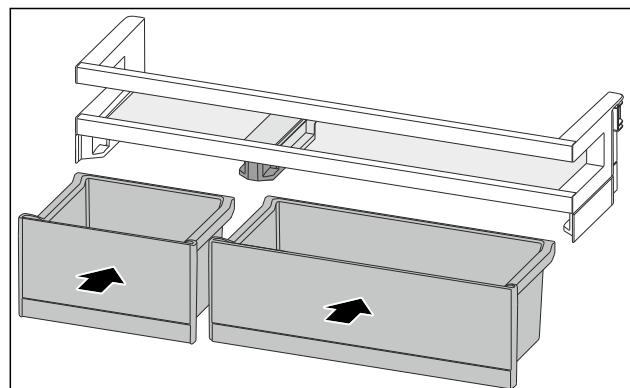

Fig. 128
- ▶ Установите ящики VarioBox, поменяв их расположение. (см. Fig. 128)